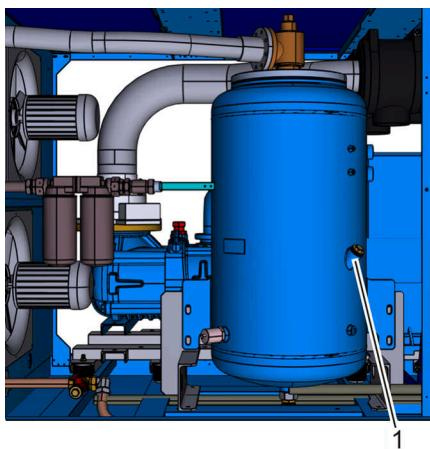
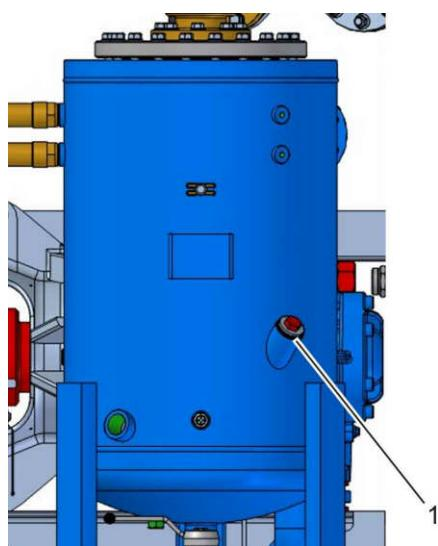

Рис. 37: Резьбовая пробка наливного отверстия (вариант)
Рис. 38: Резьбовая пробка наливного отверстия (вариант)
5. Отверните резьбовую пробку наливного отверстия (Рис. 37/1 или Рис. 38), извлеките ее и проследите за тем, чтобы не потерялось уплотнительное кольцо.
6. При помощи воронки залейте масло до заливной кромки заливной горловины (Рис. 37/1).
8. Вставьте резьбовую пробку наливного отверстия (Рис. 37/1) и затяните ее *Приложение В «Моменты затяжки винтов» на странице 124.*